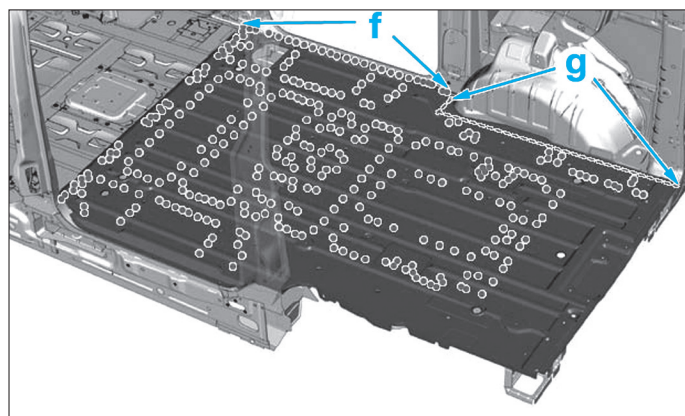

FIG. 94
- Souder par points bouchons (f) (Fig.94).